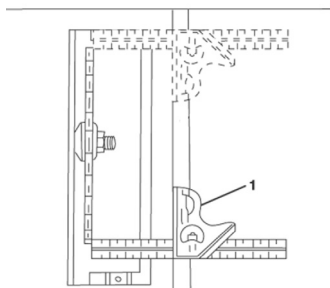

Fig. 6 – Verificando o esquadro da guia em relação a base da máquina
- 3 - Coloque o esquadro (1) e verifique se a guia paralela está a 90° com a escala da mesma, conforme fig. 6;